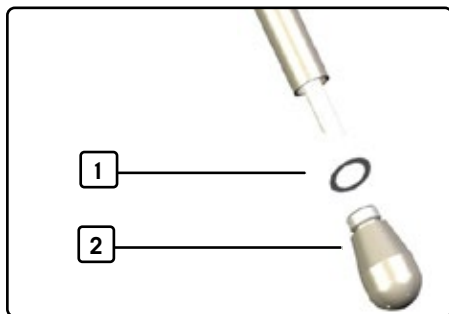

Abb. 9 Düse des Dampfrohrs, demontiert
2. Düse [2, Abb. 9] des Dampfrohres mit der Hand abschrauben und zur Seite legen.
4. Düse einschließlich Dichtung [1, Abb. 9] wieder anschrauben.